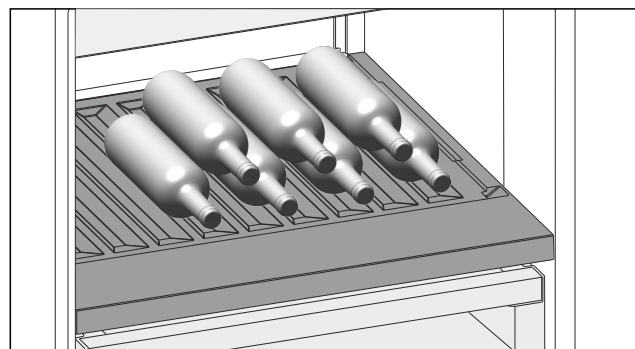

Fig. 187 Représentation à titre d'exemple
- Placer les bouteilles avec le fond orienté vers la paroi arrière de l'appareil. (voir Fig. 187)